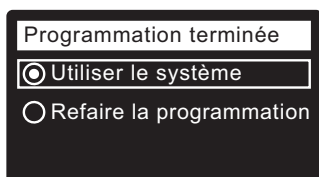

FIG. 29
14. Appuyez sur le SÉLECTEUR (O) : L'afficheur indiquera « Programmation terminée! » (Cf. Figure 29).
15. À ce stade, si vous souhaitez modifier des réglages, appuyez sur le bouton BAS (▼) pour passer à **Refaire la programmation**, puis deux fois sur le SÉLECTEUR (O) pour revenir aux assistants.
16. Si vous ne souhaitez faire aucune modification, regardez s'il y a un point dans le cercle **Utiliser le système** (cf. Figure 29), puis appuyez sur le SÉLECTEUR (O). Le fonctionnement normal de l'appareil commence.